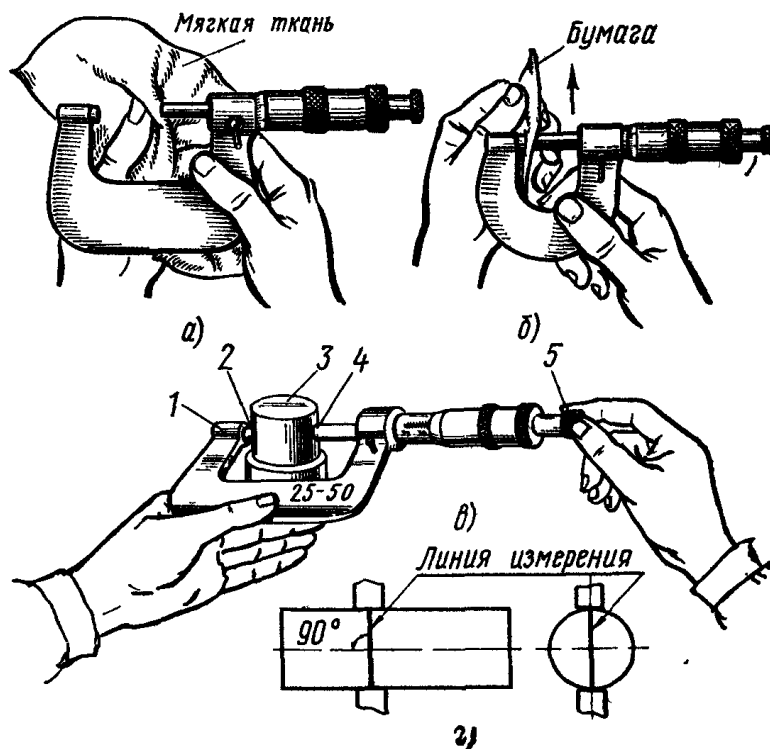

Рис. 14. Измерения микрометром МК:
1. протереть измерительные поверхности мягкой тканью или бумагой (рис. 14, *а – б*);
3. взять микрометр (рис. 14, *в*) левой рукой за скобу 1 (посередине), а измеряемую деталь 3 поместить между пяткой 2 и торцом микрометрического винта 4;
5. при измерении детали линия измерения должна быть перпендикулярна образующей и проходить через центр (рис. 14, *г*).